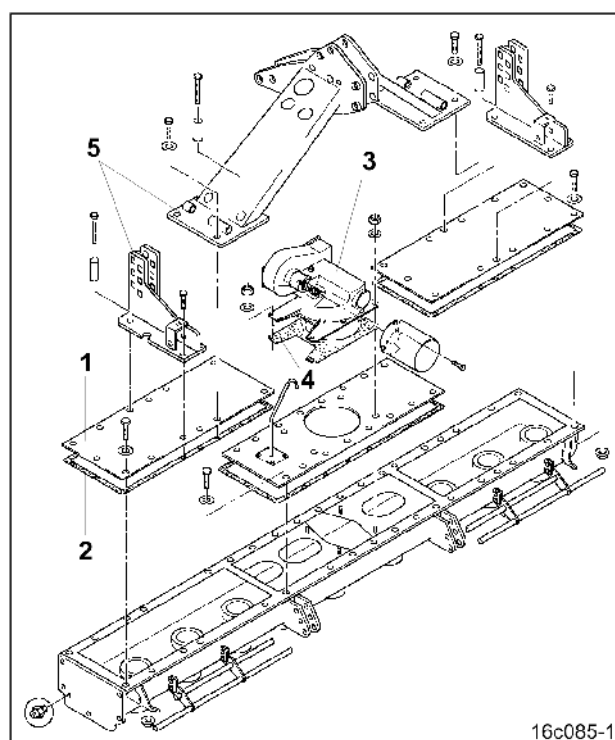

Fig. 161
- Stirnradwannendeckel (Fig. 161/1) mit neuen Deckeldichtungen (Fig. 161/2)
- Getriebe (Fig. 161/3) mit neuer Deckeldichtung (Fig. 161/4) und
- Rahmenoberteil (Fig. 161/5) montieren